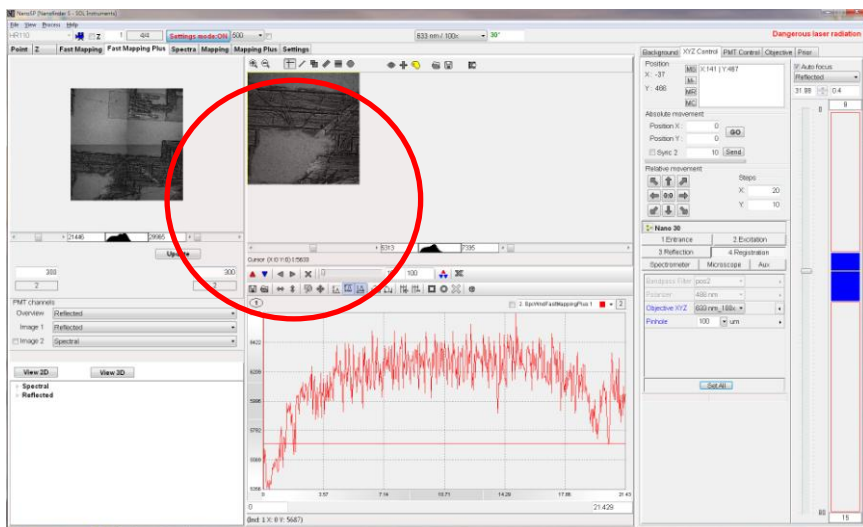

Рис. 4.2. Режим “Fast Mapping Plus”
- проводится склейка ряда изображений и получение панорамного изображения (Рис. 4.2).